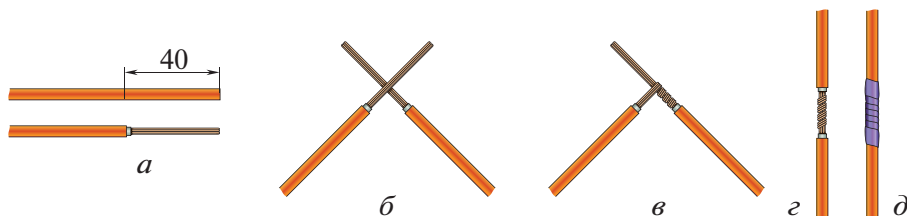

Рис. 11.4. Последовательность сращивания многожильных проводов
1. Разметить концы проводов на длину 40 мм. Снять монтажным ножом или специальным приспособлением изоляцию на концах сращиваемых проводов (рис. 11.4, *а*).
2. Наложить оголённый конец одного провода на другой на расстоянии $\frac{2}{3}$ длины оголённого конца под углом 90° (рис. 11.4, *б*).
3. Скрутить оголённый многожильный провод руками (рис. 11.4, *в*).
4. Скрутить концы проводов руками: правый обвить вокруг левого и левый — вокруг правого. Обжать скрутку пассатижами (рис. 11.4, *г*).
6. После охлаждения место пайки обмотать изоляционной лентой (рис. 11.4, *д*).
4. Выполните сращивание двух многожильных проводов (см. рис. 11.4).